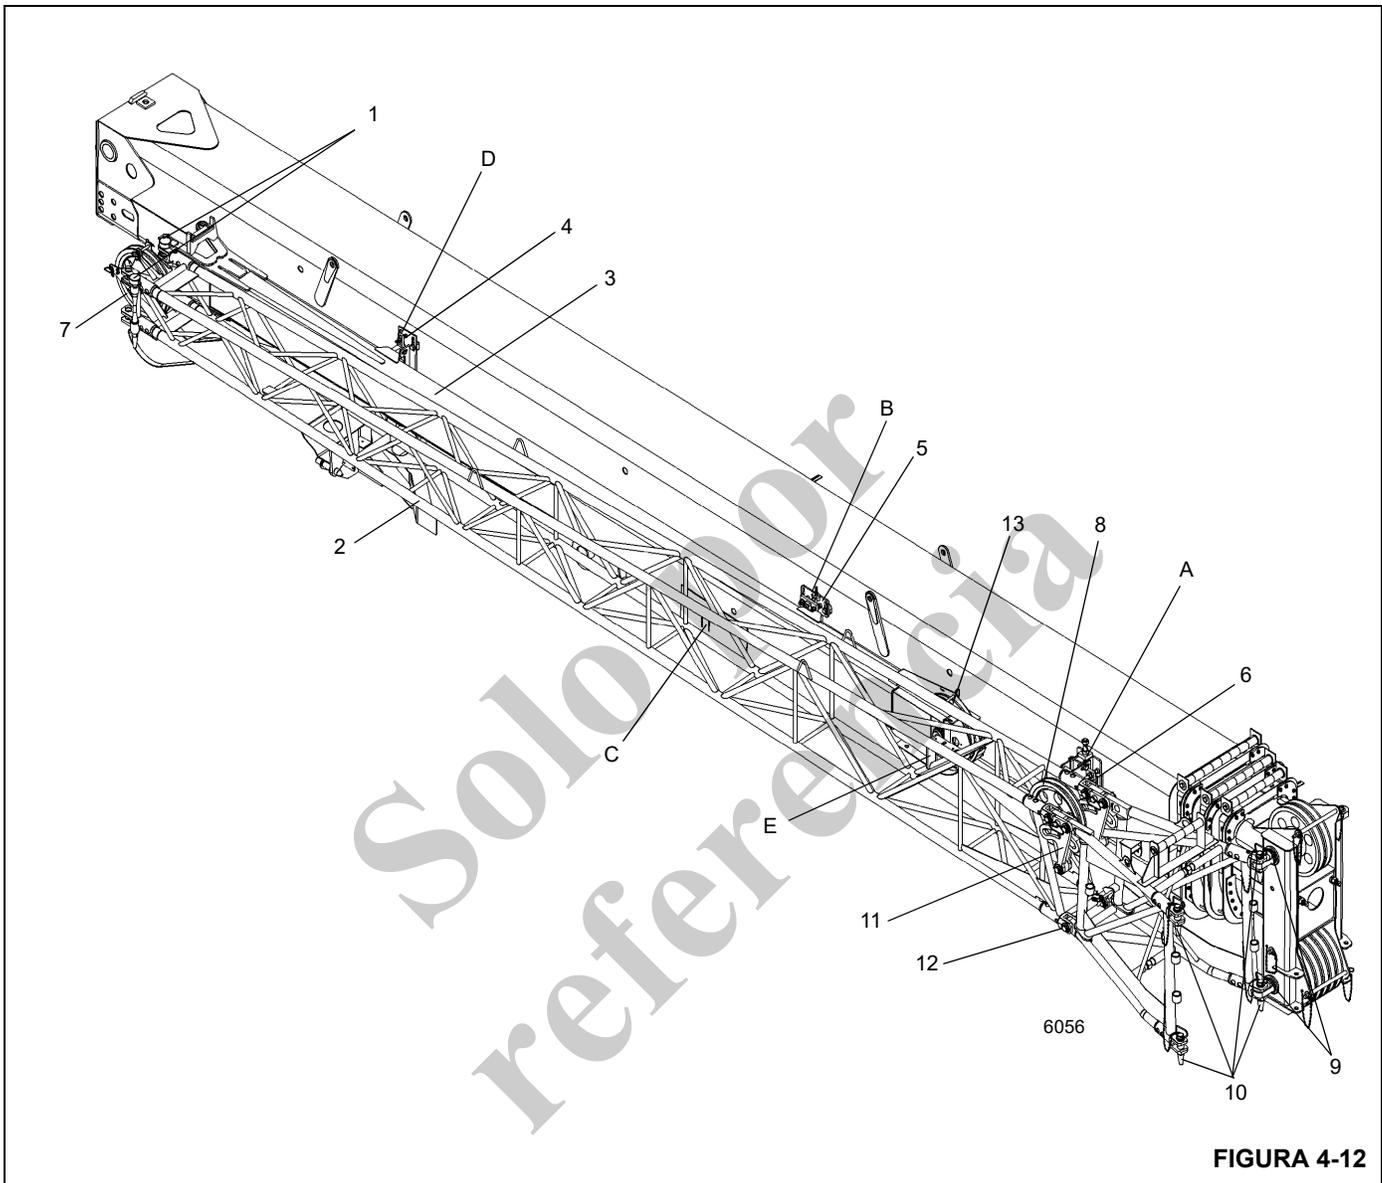

FIGURA 4-12
10. Compruebe que el pasador que fija la sección de extremo a la escuadra de almacenamiento trasera de la sección de la base (Figura 4-12) (detalle D) se encuentre colocado en su lugar.
11. En el extremo de la polea de la sección de extremo (Figura 4-12) (detalle E), empuje el gancho de pestillo bajo tensión de resorte para soltar el pestillo, lo cual permite que la base se separe de la sección de extremo. Continúe con el paso 14.
12. Saque el pasador que fija la sección de extremo de la extensión a la escuadra de almacenamiento trasera de la sección de base (Figura 4-12) (detalle D). Compruebe que el gancho de pestillo del extremo de la polea de la sección de extremo (Figura 4-12) (detalle E) esté enganchado.
13. Saque el pasador de bloqueo que fija la base de la extensión a la escuadra de almacenamiento delantera (Figura 4-12) (detalle A). Almacene el pasador de bloqueo de enganche en la orejeta provista para ello.
FIGURA 4-12 continuación
POSICIÓN DE ALMACENAMIENTO **FIGURA 4-12 continuación**